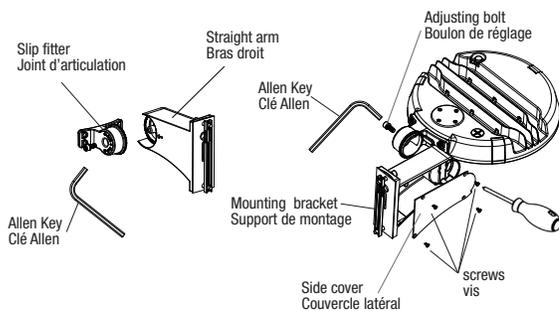

Fig. 11
1. Unscrew the slip fitter from the pole straight arm using an Allen Key (Fig. 11).
1. Dévisser le joint d'articulation du bras droit à l'aide d'une clé Allen (Fig. 11).